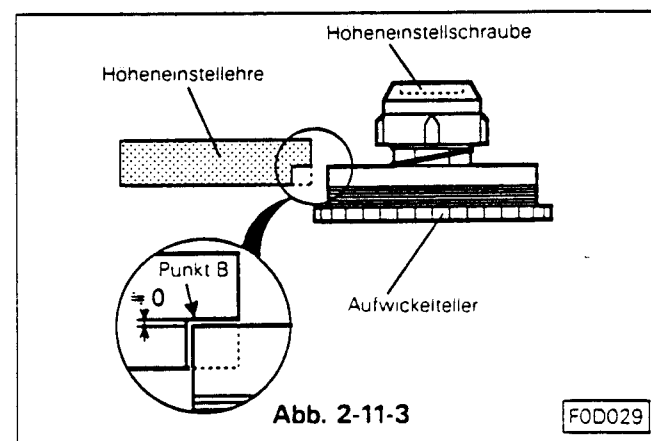

Abb. 2-11-3
- Die Lehre vorsichtig um Punkt A mit der Markierung TU zum Wickelteller bewegen. Die Aussparung B an der Lehre bestimmt die Höhe des Wickeltellers. Siehe Abb. 2-11-3.
- Die Höhe des Wickeltellers kann über die Schraube in der Mitte der Oberseite des Wickeltellers eingestellt werden. Für die Einstellung den Wickelteller festhalten. (Siehe Abb. 2-11-3)